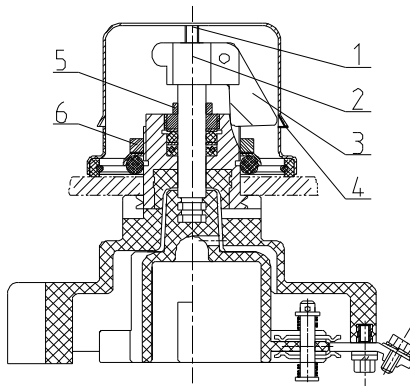

图4 WSP III型无励磁调压分接开关
2.2 WSP III型无励磁中性点调压分接开关典型结构如图4所示。对于 $\pm 5\%$ 调压范围的开关，其字盘数字指示的电压值：1指示较额定电压值+5%之分接头，2指示额定电压值，3指示较额定电压值-5%接头。变换分接头开关位置时，须先将项4罩上螺钉旋松取下，将项3手柄定位件从槽孔中拔出，再转动项2手柄所需的分接位置，把手柄定位件嵌入相应槽孔中，盖上罩。